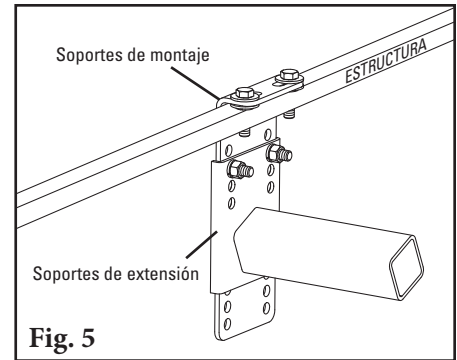

Fig. 5
7. **Adjunte el soporte de extensión** al soporte de montaje ya instalado en la parte lateral del transportador (Fig. 5). Apriete los pernos con los dedos para un ajuste futuro. Los orificios superiores para el tornillo deben estar nivelados con la altura normal de la banda.